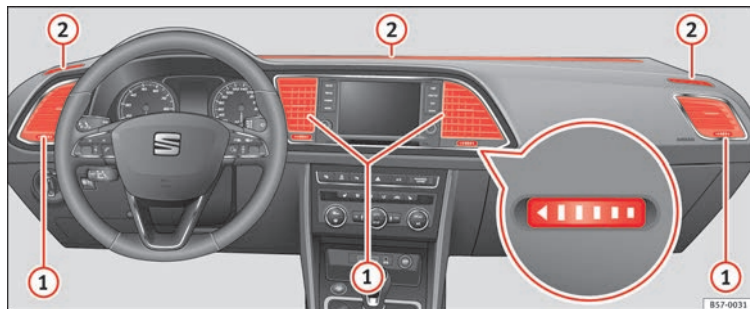

Abb. 174 Auf der Schalttafel: Luftzerstäuber.
Damit eine ausreichende Heizleistung, Kühlung und Luftzufuhr im Fahrzeuginnenraum erreicht wird, sollten die Luftaustrittsdüsen » Abb. 174 ① geöffnet bleiben.